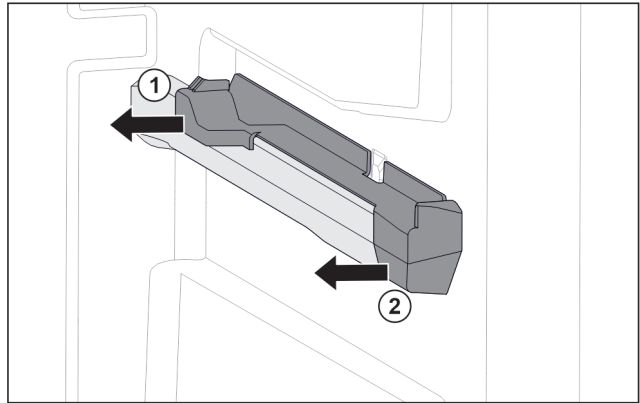

Fig. 131 Aufsteckteil auf der rechten Behälterrippe
- ▶ Aufsteckteil unten hinten greifen. (1)
- ▶ Aufsteckteil hinten zur Seite abziehen. Fig. 131 (1)
- ▶ Aufsteckteil vorne zur Seite abziehen. Fig. 131 (2)